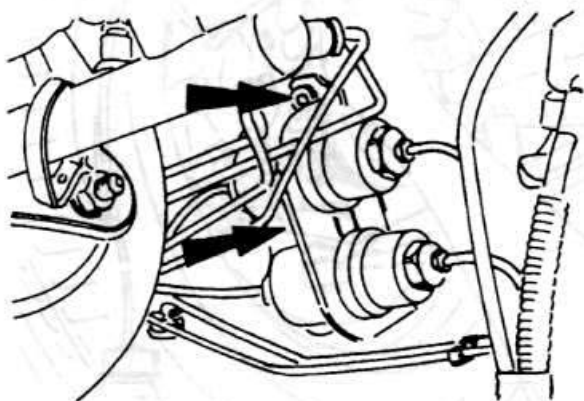

Рис. 6.12
- ♦ Отвинтите регулятор давления тормозов от кронштейна. Положение болтов показано на рис. 6.12.